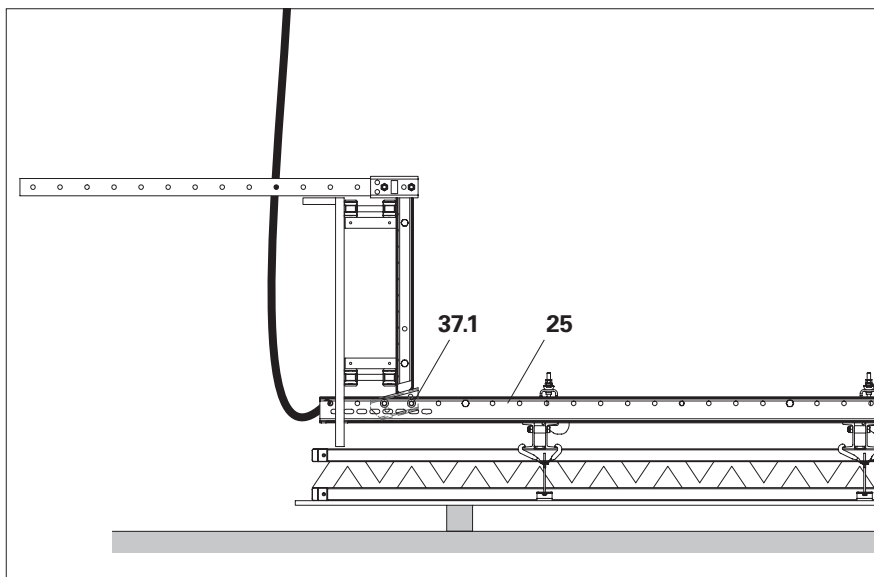

Fig. C1.11
7. Fissare il corrente di rinforzo all'attrezzatura di sollevamento della gru e girare la cassaforma. (Fig. C1.11)